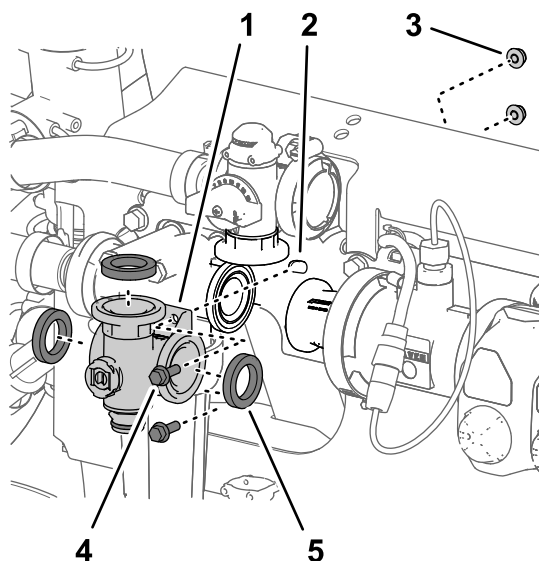
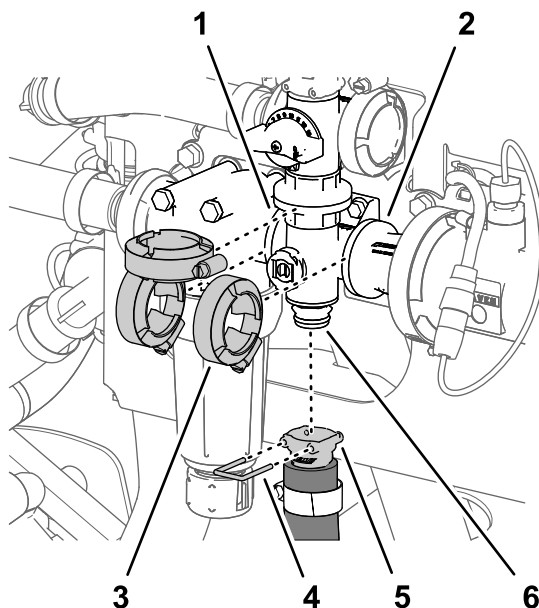

Рисунок 130
Рисунок 131
1. Совместите фланец коллектора клапана перемешивания и 3 прокладки с фланцами перепускного клапана перемешивания, головки фильтра линии нагнетания и переходного соединителя (Рисунок 130 и Рисунок 131).
перемешивания, головке фильтра линии нагнетания и переходному соединителю (Рисунок 131) с помощью 3 фланцевых хомутов, снятых при выполнении действий, описанных в разделе Демонтаж коллекторного клапана перемешивания (страница 97).
5. Затяните 3 фланцевых хомута от руки (Рисунок 131).
6. Установите быстроразъемный соединитель шланга перемешивания на быстроразъемный штуцер коллектора клапана перемешивания при помощи штифта быстроразъемного соединения (Рисунок 131).